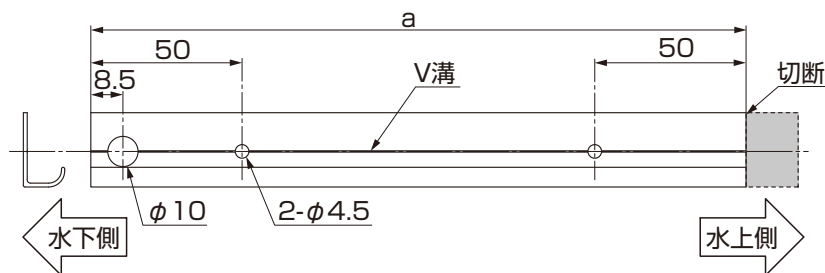

図12-6 側枠受け材A部分の加工（外観右用）
- 図12-6、図12-8は右用です。左用は左右対称となります。